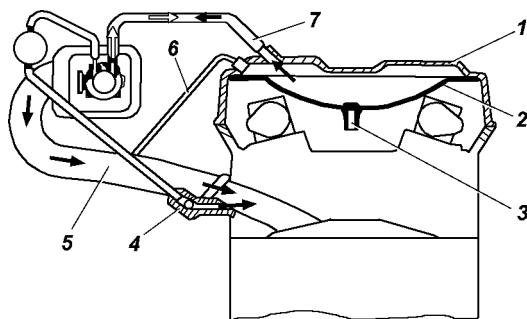

Рис. 4.9. Схема вентиляции картера двигателя:
**Система вентиляции картера двигателя.** Обслуживание заключается в периодической промывке и очистке каналов и шлангов. При сборке необходимо обеспечить герметичность соединений. При обслуживании системы вентиляции (рис. 4.9) необходимо снять крышку 1 клапанов, шланги 6, 7 ветвей вентиляции и очистить от смолистых отложений каналы вентиляции в крышке клапанов и впускной трубе, шланги вентиляции и патрубки маслоотражателя 2. Промывку маслоотражателя в бензине проводят без снятия его с крышки клапанов.